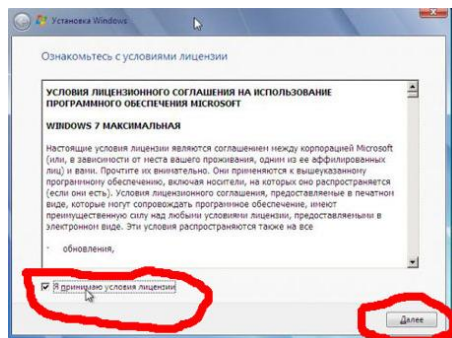

Рисунок 10 – Принимаем условие лицензионного соглашения
2) Принимаем условие лицензии. Нажимайте *Далее* (рисунок 10).